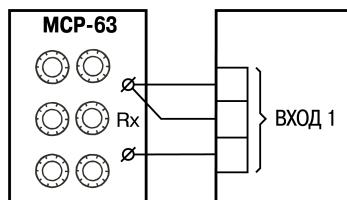

Рисунок 8.1 – Схема подключения магазина сопротивлений при юстировке
1. Подключить к Входу 1 прибора вместо датчика магазин сопротивления типа MCP-63 (или подобный ему с классом точности не ниже 0,05), установив на нем значение 50,000 Ом. Соединить магазин с прибором по трехпроводной схеме (см. рисунок 8.1). Сопротивления проводов линии должны быть одинаковы и не должны превышать 15,0 Ом.